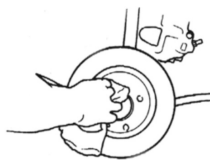

Fig. 4
- Nettoyer la protection anti-corrosion du disque de frein neuf avec un solvant approprié (cela n'est pas nécessaire pour les disques traités anti-corrosion), en vous assurant que la face de montage ne comporte ni cambouis, ni bavures (Fig. 4).
8. Rimuovere con un adeguato solvente la protezione anticorrosiva dal nuovo disco del freno (il che non è necessario nel caso di dischi di freni rivestiti), assicurandosi che la superficie di montaggio sia priva di sporco e bave (Fig. 4).
8. Extraer la protección anti-corrosión con la herramienta adecuada (no necesariamente con los discos de freno pintados). Al mismo tiempo, asegúrese de que la superficie de montaje está limpia. (Fig. 4).